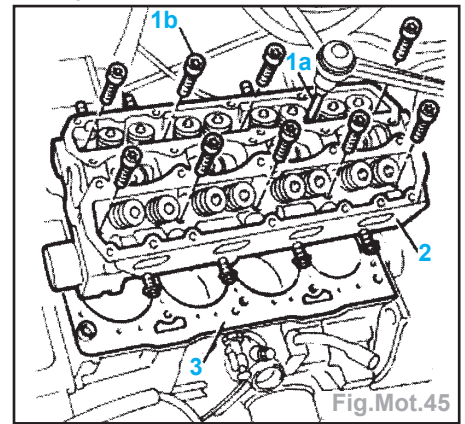

Fig.Mot.45
- les vis (1b), la culasse (2) et le joint (3) (Fig.Mot.45).